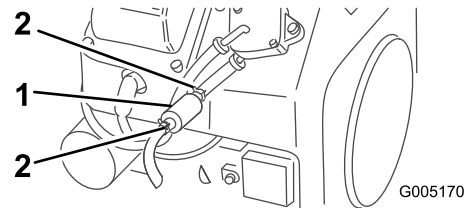

Figura 26
4. Apriete los extremos de las abrazaderas y deslícelas por el tubo alejándolas del filtro (Figura 26).
5. Coloque un recipiente debajo de los tubos de combustible para recoger cualquier fuga, luego retire el filtro de los tubos de combustible (Figura 26).